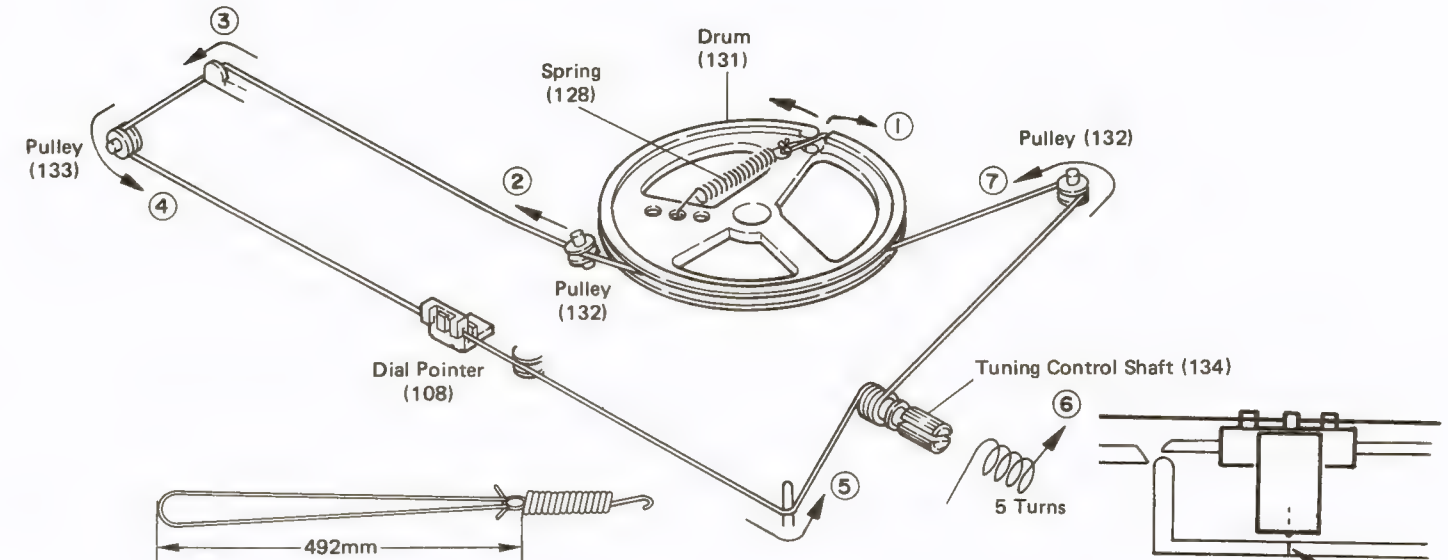

Figure 14-1
- Turn the drum fully clockwise and stretch its cord over the parts in the numerical order - as shown in Fig. 14-1.
- Tourner à fond le tambour dans le sens des aiguilles d'une montre et régler son fil sur les pièces dans l'ordre numérique comme le montre la Fig. 14-1.
- Die Trommel bis zum Anschlag im Uhrzeigersinn drehen und die Schnur in der numerischen Reihenfolge gemäß Abb. 14-1 über die einzelnen Teile spannen.